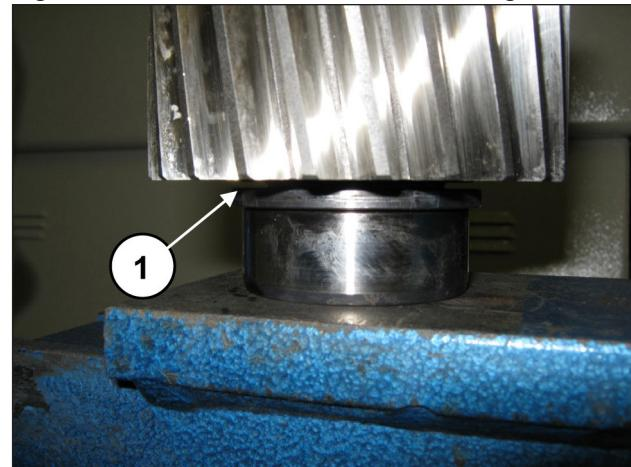

Abb. 82
Montieren Sie vorläufig auf das Ritzel den Innenring des Lagers 40x90x23 (Pos. ①, Abb. 82) bis auf Anschlag.